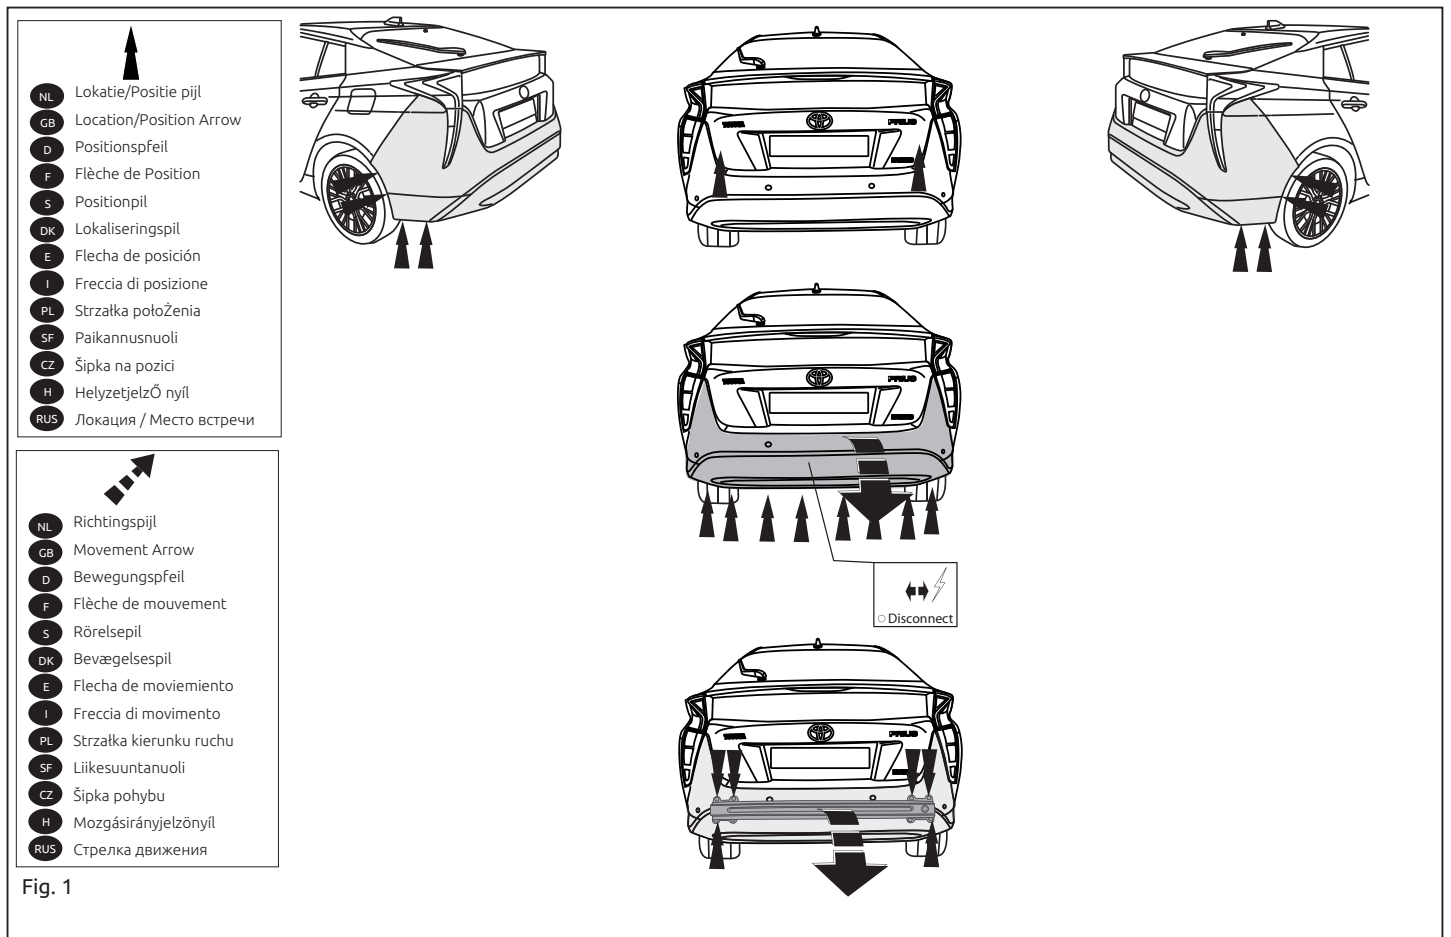

Fig. 1
1. Remove the bumper and the steel buffer beam from the vehicle. The buffer beam will no longer be needed. Replace the bolts. See figure 1.
1. Die Stoßstange einschließlich des stählernen Stoßbalkens vom Fahrzeug abmontieren. Der Stoßbalken wird nicht mehr benötigt. Die Schrauben wieder anbringen. Siehe Abbildung 1.
1. Déposer le pare-chocs du véhicule y compris la traverse en acier ; la traverse ne sera plus utilisée. Remettre les boulons de fixations en place. Voir la figure 1.
1. Demonter kofangeren, inklusive køretøjets stålstødbjælke. Stålstødbjælken skal ikke længere anvendes. Sæt boltene på plads igen. Se fig. 1.
1. Снять бампер вместе со стальным буферным брусом автомобиля. Буферный брус больше не понадобится. Поставить болты на место. См. рисунок 1.